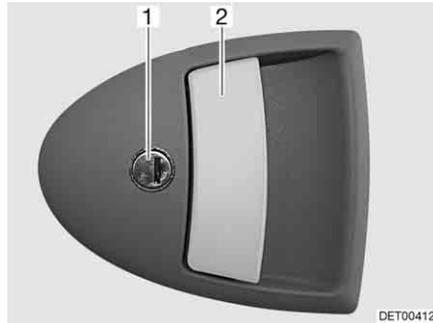

Fig. 45 Serratura della porta di ingresso, lato esterno
- Inserire la chiave nel cilindro della serratura (Fig. 45,1) e ruotare fino a quando la serratura della porta si sblocca.
- Tirare la maniglia della porta (Fig. 45,2). La porta è aperta.
- Inserire la chiave nel cilindro della serratura (Fig. 45,1) e ruotare fino a quando la serratura della porta si blocca.